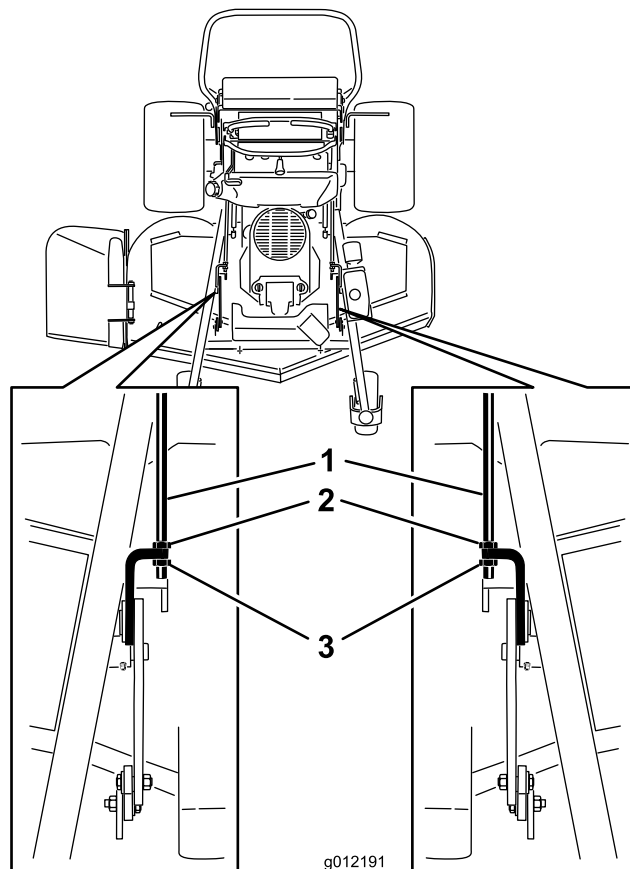

Figure 87
3. Desserrez les écrous avant et arrière sur les tiges de réglage (Figure 87).
Remarque: Le plateau de coupe doit reposer entièrement sur les 3 cales de 2x4 (Figure 87).
6. Si les dimensions ne sont pas correctes, réglez les écrous avant et arrière de chaque côté pour obtenir l'inclinaison longitudinale correcte (Figure 87).